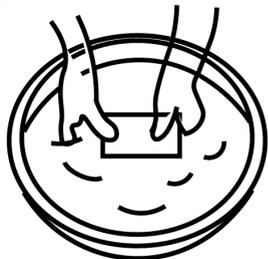

Bild 27
- Tvätta filtret försiktigt i ljummet tvålatten, bild 27.